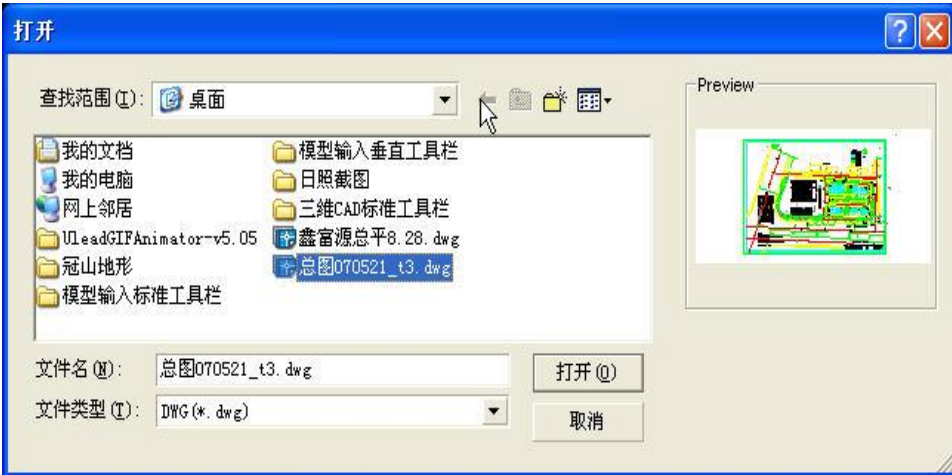

图 15-4
2、点击“打开文件”按钮，弹出路径对话框，如图 15-4 所示：